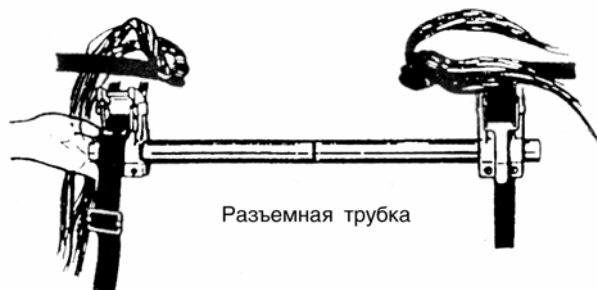

Рис. 6.12. Установка монтажной штанги на кабеле
- монтажную разъемную штангу подвести под концы сращиваемых кабелей таким образом, чтобы хомуты, закрепленные на концах штанг, находились на равных расстояниях от срезов оболочек, а скобы хомутов с задней стороны (рис. 6.12);